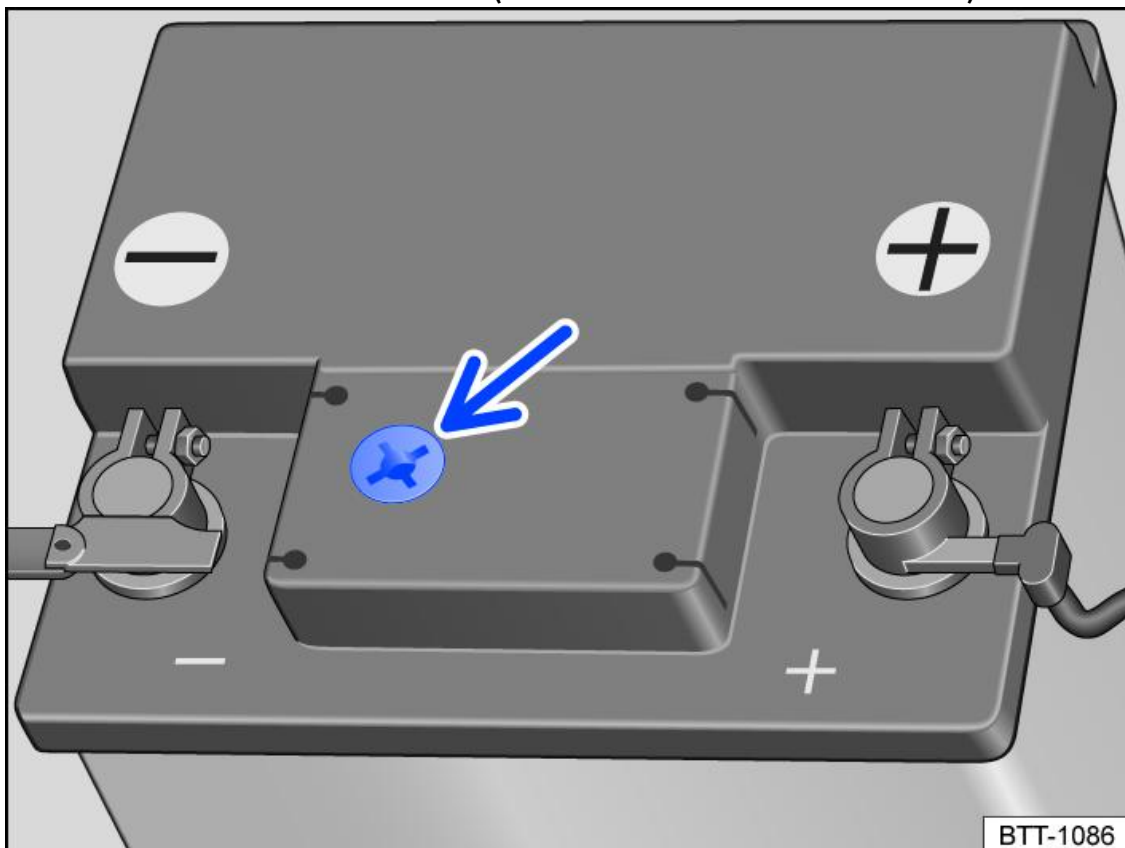

Fig. 1 Finestrella sulla parte superiore della batteria da 12 volt (rappresentazione schematica)
1. Illuminare bene la zona di lavoro per poter distinguere chiaramente l'indicazione colorata nella finestrella rotonda che si trova sul lato superiore della batteria da 12 volt (freccia) → *fig. 1*. Mai utilizzare fiamme libere o oggetti ardenti come illuminazione.